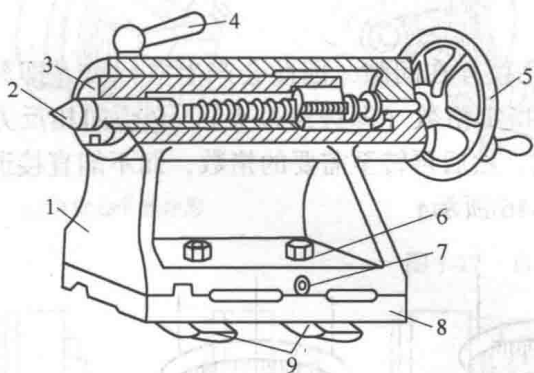
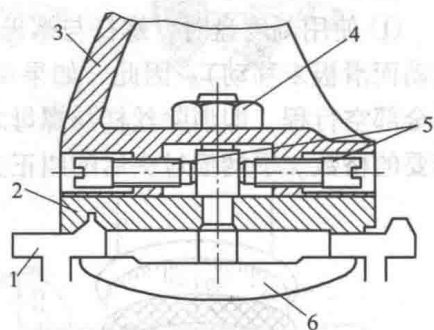

图 1-14 尾座
图 1-15 尾座体横向调节
⑤ 方刀架。刀架可装夹 4 把车刀，刀杆 = 宽 × 高 (16mm × 16mm)，实现纵向、横向及斜向进给运动。
6) 尾座。尾座主要安装顶尖，用于支承工件；安装钻头、铰刀等刀具进行孔加工；顶尖套筒  $\phi 40\text{mm}$ ，莫氏 3 号，顶尖套筒最大移动量 90mm。尾座的组成结构如图 1-14 所示。偏移尾座可车出长工件的锥体，尾座横向最大移动量  $\pm 6\text{mm}$ 。尾座体横向调节如图 1-15 所示。